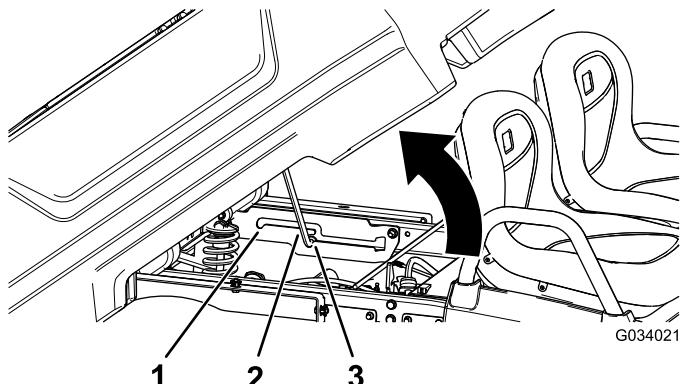

Figura 14
2. Tirate l'asta di supporto nella fessura di arresto della posizione di scarico per ancorare il pianale per lo scarico (Figura 14).
2. Estraete l'asta di supporto dalla fessura di arresto (Figura 14).
2. Tirate l'asta di supporto nella fessura di arresto della posizione di assistenza per ancorare il pianale per la manutenzione (Figura 14).